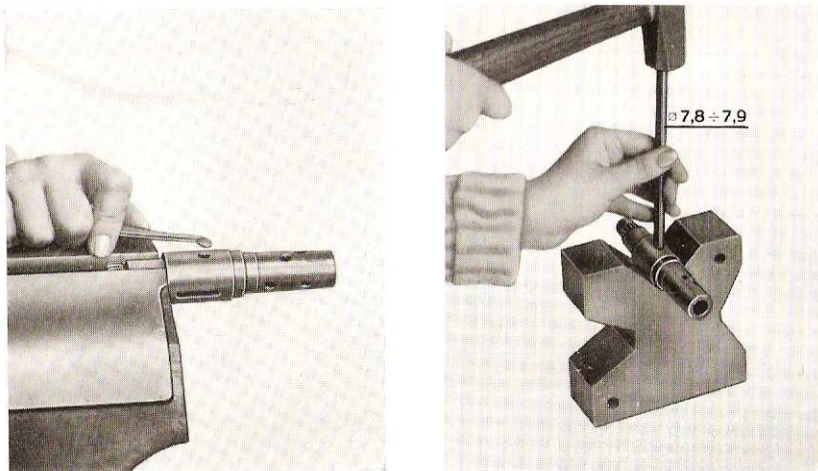

Fig. 12 - 13 - Comment presser le bouchon d'arrêt de la buselure à pointe fermée supérieure
5. Fig. 12 - Mettre le bouchon en place, en ayant soin que la partie concave soit tournée vers le ressort.